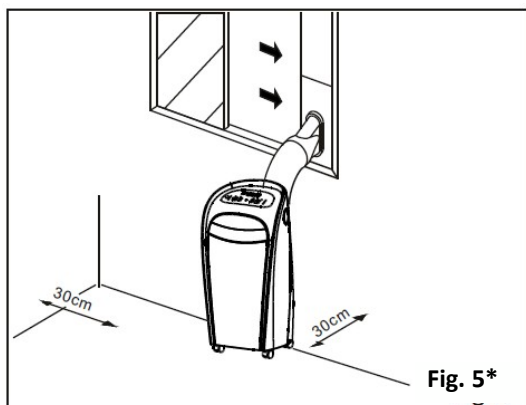

Fig. 5\*
- Collocare l'apparecchio in prossimità di una presa di corrente messa a terra correttamente. Non coprire o ostacolare mai le aperture di aspirazione e di emissione dell'aria dell'apparecchio. Lasciate almeno 30 cm di distanza dal muro per una climatizzazione efficiente (vedi fig. 5\*).